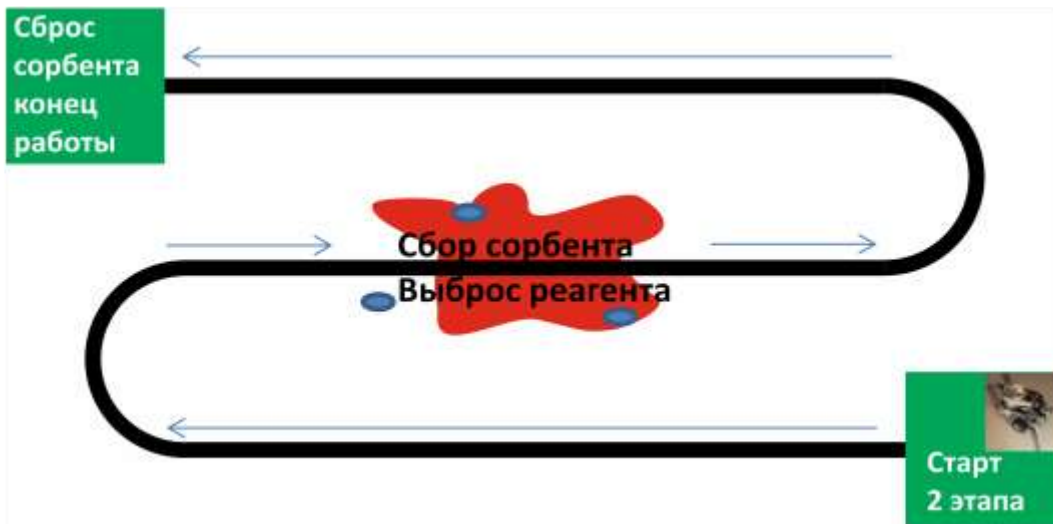

Рисунок 2. Второй этап работы модели
4. На втором этапе (рис.2) модель движется по той же траектории в обратную сторону и выбрасывает из задней емкости очищающий реагент